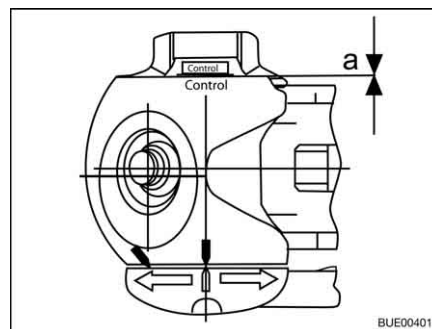

Fig. 207 Contrôle d'usure
- Distance $a = 0$ (Fig. 207) : Contrôler les garnitures de friction et au besoin les changer.